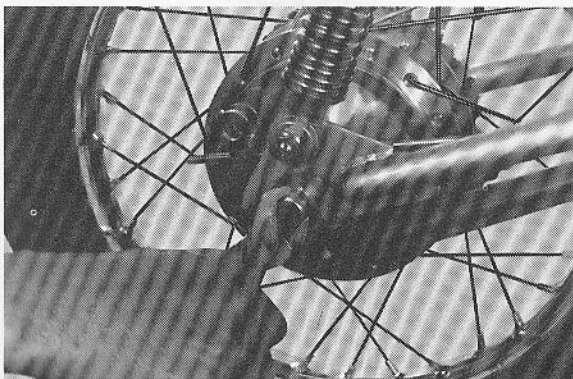

Fig. 5-2-4
5. Pull out the rear axle by simultaneously twisting and pulling out. (Fig. 5-2-4)
5. Sortir l'axe arrière en tournant et en tirant simultanément. (Fig. 5-2-4)